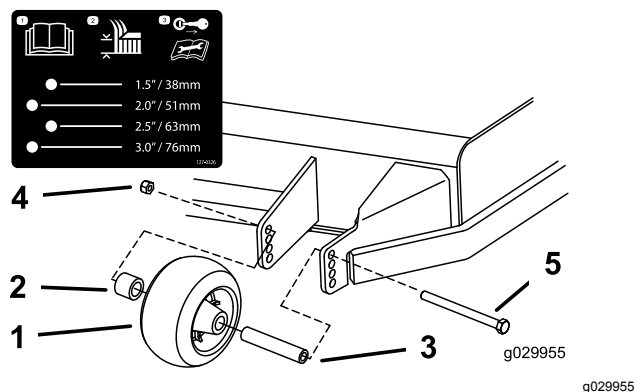
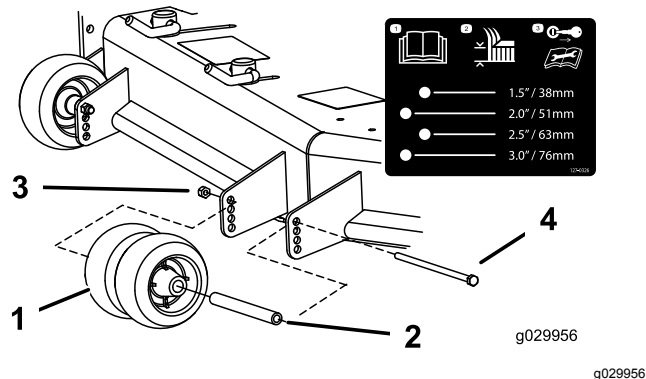
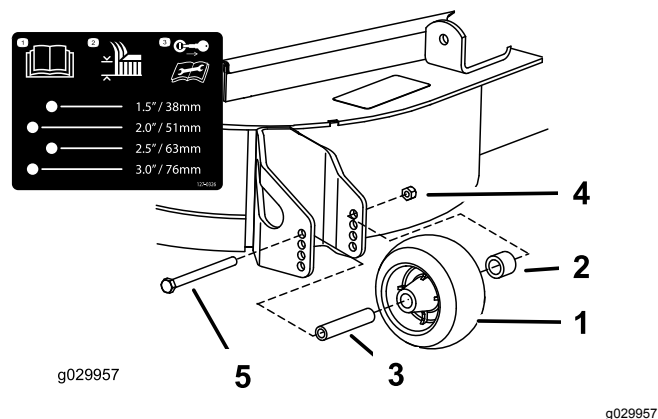

Figura 30
Figura 31
Figura 32
3. Ajuste los rodillos protectores del césped según se muestra en Figura 30, Figura 31 y Figura 32.